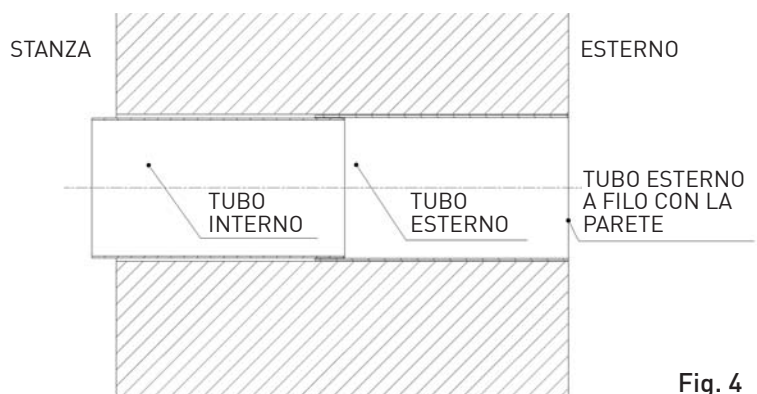

Fig. 4
3. Inserire il tubo telescopico assicurandosi che il tubo di diametro maggiore sia a filo con la parete esterna (fig.4).